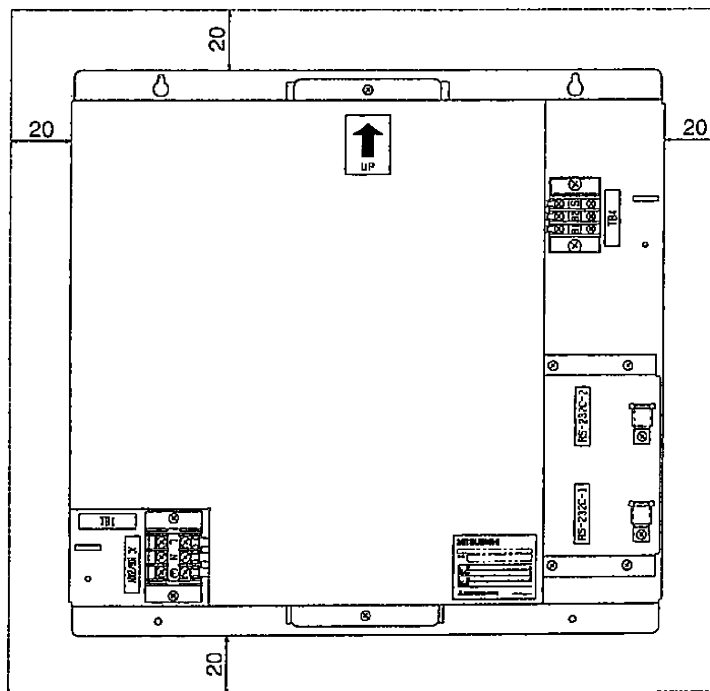

図 3-1
- ・据付けるとき、図 3-1に示すスペースを確保してください。
- ・据付ける方向は垂直方向にしてください。その際、図 3-1のように矢印の向きにあわせて正しく設置してください。